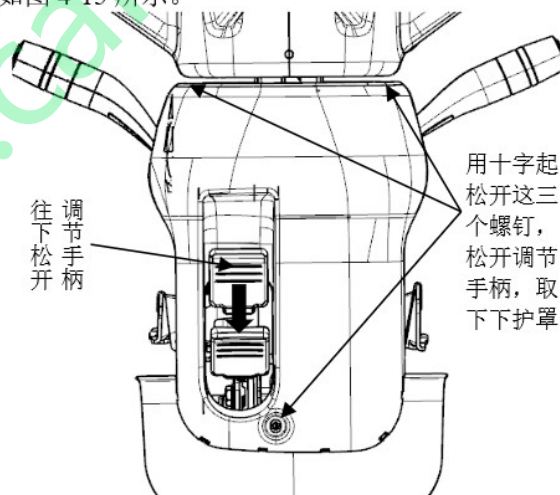

图 4-15
①脱开线束接头。
②使用 18#套筒拆下转向盘固定螺母，如图 4-15 所示。
①上下组合开关护罩由六对塑料卡扣配合，由下往上将上护罩拉开并取下。
②用十字起松开下护罩的三个安装螺钉，并往下松开转向管柱角度调节手柄，取下下护罩。如图 4-15 所示。